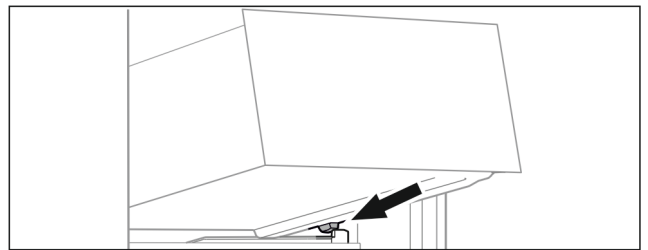

Fig. 99
- ▶ Schubfach schräg hinter den Stoppern auf Behälterrippe aufsetzen. (siehe Fig. 99)